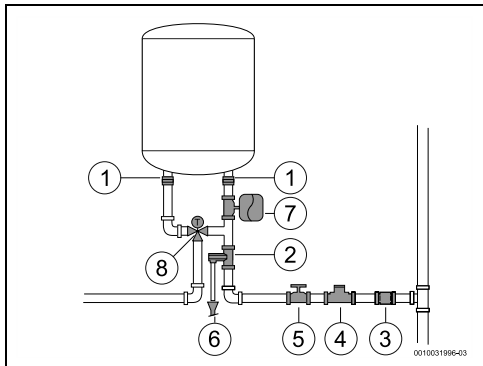

Fig. 12
- Când utilizați țevi PEX, instalați un dispozitiv de control termostatic (Fig. 12, [8]) în țeava de evacuare a aparatului. Acesta trebuie să fie reglat astfel încât să corespundă puterii materialului utilizat.
- Nu instalați niciodată accesorii (altele decât cele prezentate în Fig. 12) între supapa de siguranță și intrarea pentru apă rece (partea dreaptă) a aparatului.
- Instalați un reductor de presiune (Fig. 12, [4]). Supapa de siguranță se va activa atunci când presiunea apei din aparat depășește 8 bar (± 1 bar), motiv pentru care este necesară planificarea unui mod de scurgere a acestei ape.
- Instalați un vas de expansiune (Fig. 12, [7]) pentru a opri deschiderea supapei de siguranță în mod frecvent. Volumul vasului de expansiune trebuie să fie echivalent cu 5 % din volumul aparatului.